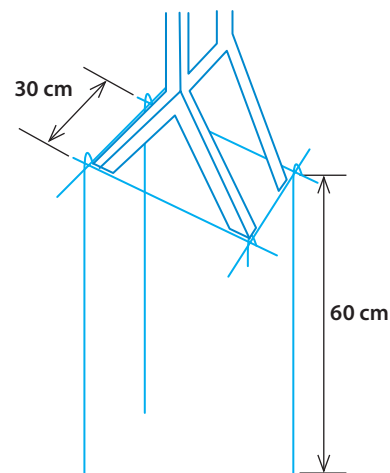

Fig. 26. Cuadro de varilla de 3/8" para base de concreto de Bomba Manual.
6. Arme un cuadro con las varilla de 3/8" y átelo a la parte inferior de las patas de la base metálica de la bomba. Ver.Fig.26.